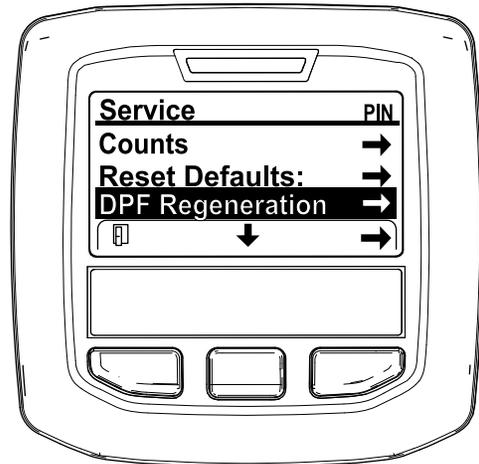

Figura 31
3. En el MENÚ SERVICIO, pulse el botón central hasta que se muestre la opción REGENERACIÓN DEL FPD, y pulse el botón derecho para seleccionar la opción REGENERACIÓN DEL FPD (Figura 31).